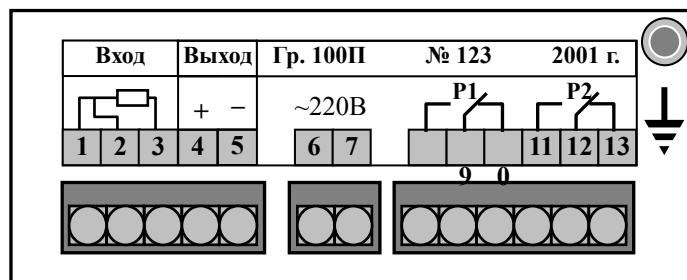

Рисунок 2 - Внешний вид задней панели
5.1.6 На задней панели (**Рисунок 2**) расположены разъёмы для подключения входных и выходных сигналов и напряжения питания, винт для заземления корпуса прибора.